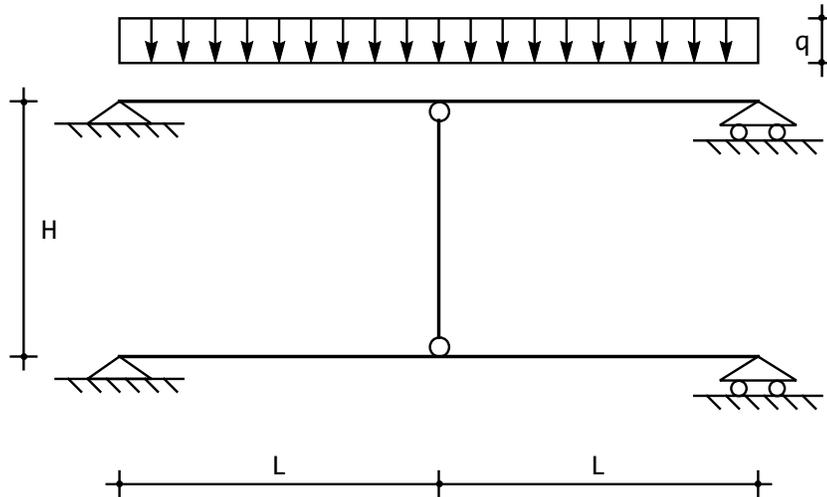

Figura 61: Lo schema strutturale
1. Per la struttura di Figura 61, dedurre e disegnare il diagramma del momento